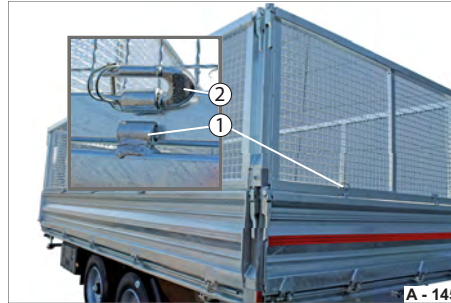

Abb. 151 Scharniere entsichert
- ▶ Entsichern Sie alle Scharniere (Abb. 151/1) des Stahlgitteraufsatzes.
- ▶ Parken Sie die U-Bügel (Abb. 151/2) verliersicher.